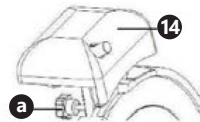

Fig. 3
- Desserrez la vis de fixation (a) de l'aiguiser (14) se trouvant à l'arrière de l'appareil (Fig. 3)
- Retirez l'aiguiseur de l'appareil (Fig. 3).